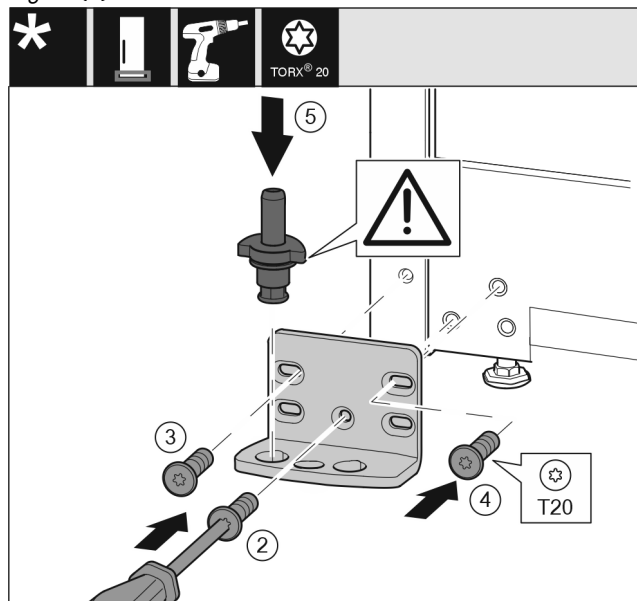

Fig. 18
- ▶ Установите опорный кронштейн с другой стороны и прикрутите с помощью отвертки T20. Начиная с винта 2 снизу в центре. Fig. 18 (2)
- ▶ Затяните винты 3 и 4. Fig. 18 (3,4)
- ▶ Установите опорный палец в сборе. При этом следите за тем, чтобы выступ фиксатора был направлен назад. Fig. 18 (5)